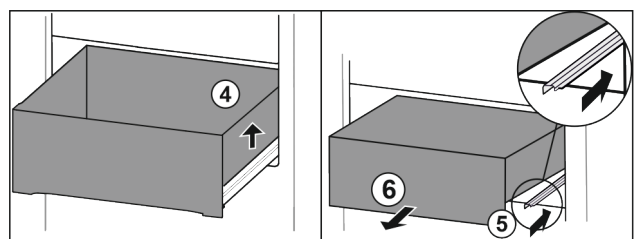

Fig. 128
- ▶ Приподнимите выдвижной ящик справа. Fig. 128 (4)
- ▶ Вставьте правую направляющую. Fig. 128 (5)
- ▶ Извлеките выдвижной ящик движением вперед. Fig. 128 (6)